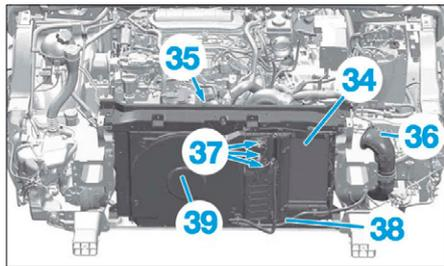

FIG. 109
- l'échangeur (34) (Fig.109),
- le radiateur de refroidissement moteur (35),
- le col d'entrée d'air (36).
- Déconnecter les connecteurs (37).
- Dégrafer les faisceaux électriques (38).
- Déposer la cassette de refroidissement (39).